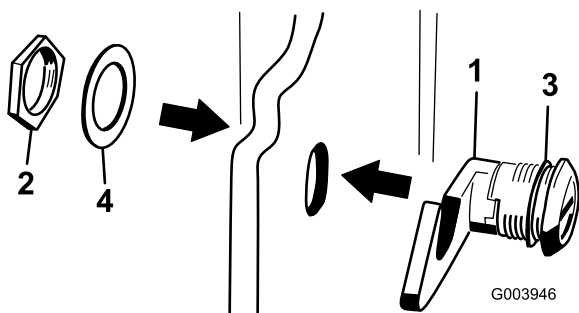

Figure 19
3. Retirez l'écrou de l'ensemble verrou de capot (Figure 19).